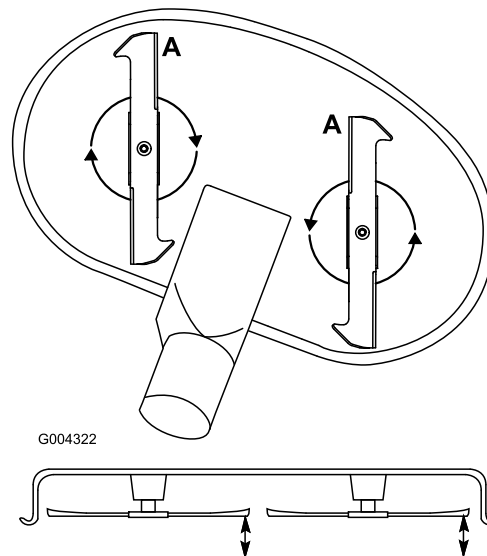

**Figura 47**
1. Inspeccione as extremidades de corte (Figura 47). Se as extremidades não estiverem afiadas ou estiverem amolgadas retire e afie as lâminas; consultar Afiação das lâminas
2. Inspeccione as lâminas, especialmente a área em curva (Figura 47). Se verificar quaisquer danos, desgaste, ou a formação de ranhuras nesta área (item 3 em Figura 47), instale imediatamente uma lâmina nova.